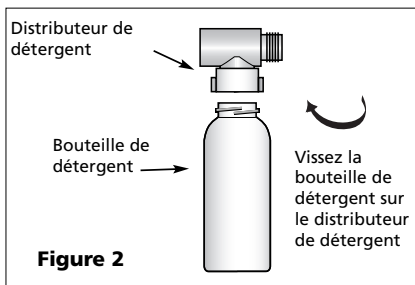

Figure 2
2. Pour utiliser le distributeur de détergent (figure 2), dévissez la bouteille de détergent et versez la quantité désirée de détergent liquide ou de cire à l'intérieur. Vissez la bouteille de détergent sur le distributeur de détergent. Durant l'utilisation, vous pouvez lancer ou arrêter l'écoulement du